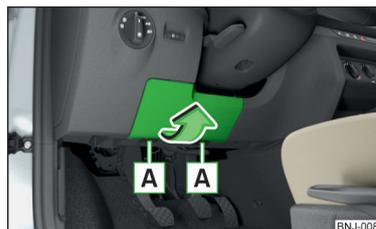

Fig. 178
- Retirez le cache du boîtier de fusibles dans le sens de la flèche » fig. 178.